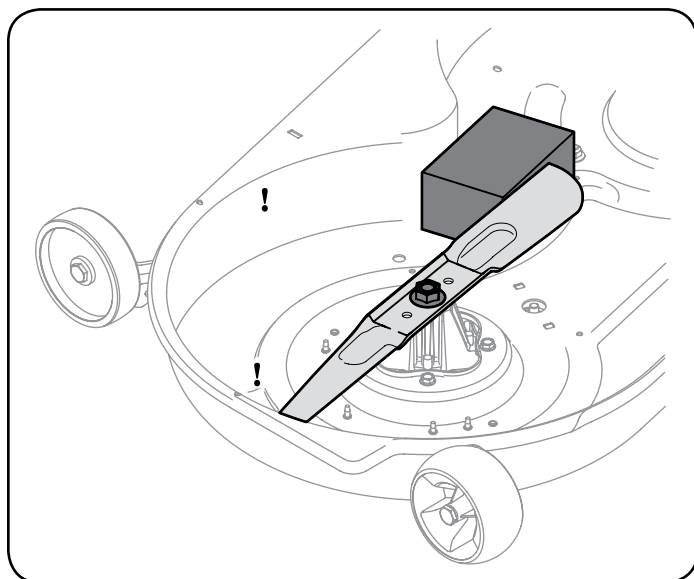
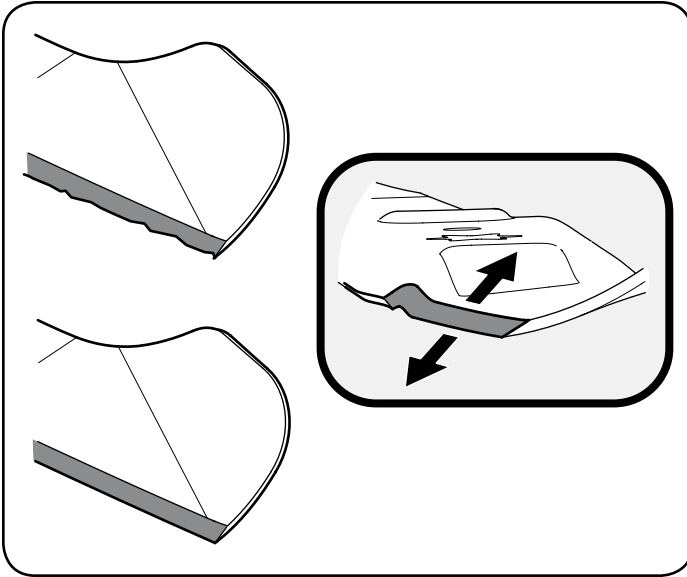
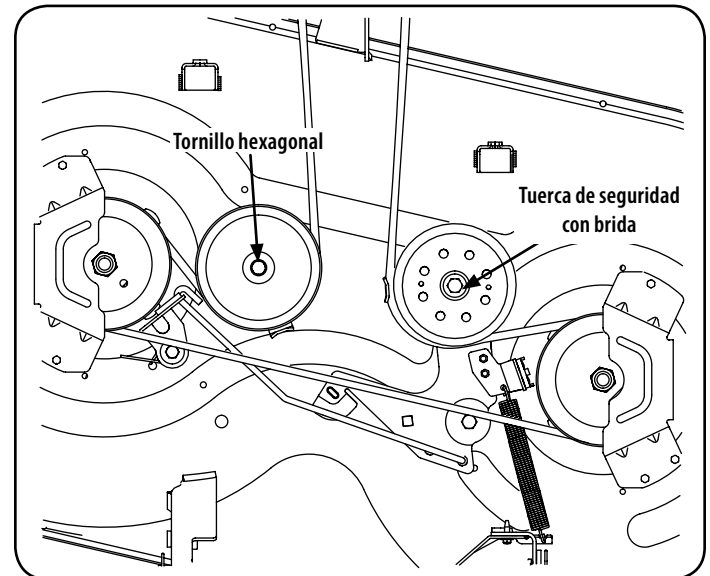

Figura 28
Figura 29
Figura 30
- Afloje, pero no quite la tuerca de seguridad con brida de la polea tensora izquierda de 54" Las cubiertas y la polea loca adecuado para 42" y 46" de skate. Vea la Figura 28 para 42" Cubiertas, figura 29 para 46" Las cubiertas y la figura 30 para 54" Cubiertas